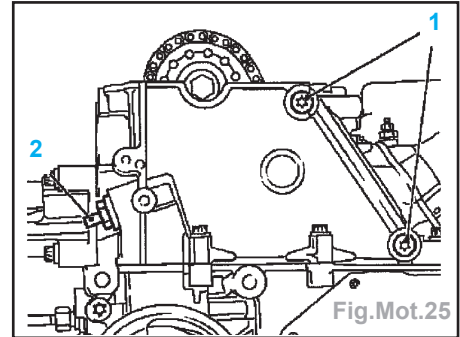

Fig.Mot.25
- Déposer le tendeur de chaîne Simplex (2) (chaîne supérieure) (Fig.Mot.25).
- Chauffer de manière intensive les vis de fixation (1) du rail de guidage de la chaîne Simplex à l'aide d'un séchoir à air chaud et les dévisser puis retirer le rail de guidage par le haut.
- Reposer le rail de guidage du tendeur de chaîne simplex (Fig.Mot.25).